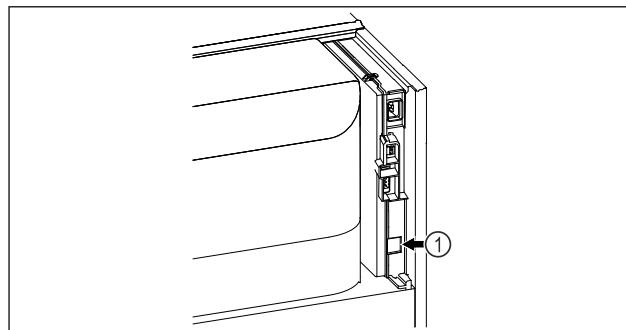

Fig. 180
- Използва се SmartModule Fig. 180 (1).